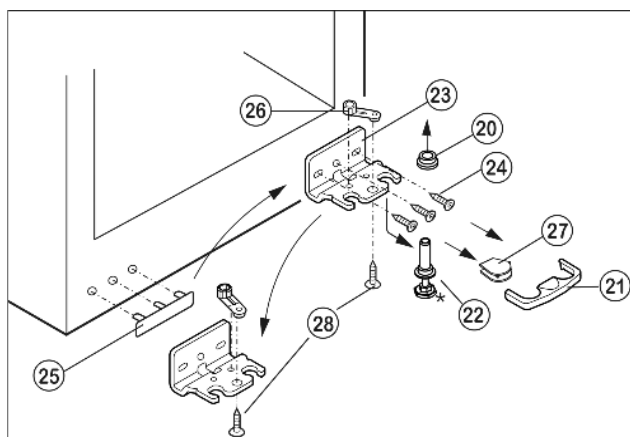

Fig. 5
- ▶ Предохранитель Fig. 5 (21) снимите движением вперед.
- ▶ Снимите крышку Fig. 5 (27).\*
- ▶ Полностью вверните регулируемую опору Fig. 5 (22).
- ▶ Вытяните опорный палец Fig. 5 (22) вниз и вперед. При этом следите за гнездом шарнира Fig. 5 (20).
- ▶ Открутите опорный кронштейн Fig. 5 (23) (3 шт. Torx 25) Fig. 5 (24).
- ▶ Открутите опорную деталь Fig. 5 (26) (1 Torx 25) Fig. 5 (28) и, переставив в отверстие на противоположной стороне опорного кронштейна, снова прикрутите.
- ▶ Осторожно приподнимите и переставьте крышку Fig. 5 (25) со стороны ручки.
- ▶ Снова прикрутите опорный кронштейн Fig. 5 (23) на новой стороне шарнира, при необходимости с помощью аккумуляторного шуруповерта с усилием 4 Нм.
- ▶ Установите крышку Fig. 5 (27) на противоположной стороне.\*
- ▶ Предохранитель (21) нужно зафиксировать сбоку на кронштейне, чтобы опорный палец и двери были защищены от выпадения.
- ▶ Снова защелкните предохранитель (21) на опорном кронштейне.
- ▶ Наденьте гнездо шарнира Fig. 5 (20).
- ▶ Установите дверцу сверху на нижний опорный палец Fig. 5 (22).
- ▶ При необходимости выровняйте дверцы через два продольных паза в нижнем опорном кронштейне *Fig. 5 (23)* параллельно корпусу устройства. Для этого выкрутите средний винт.